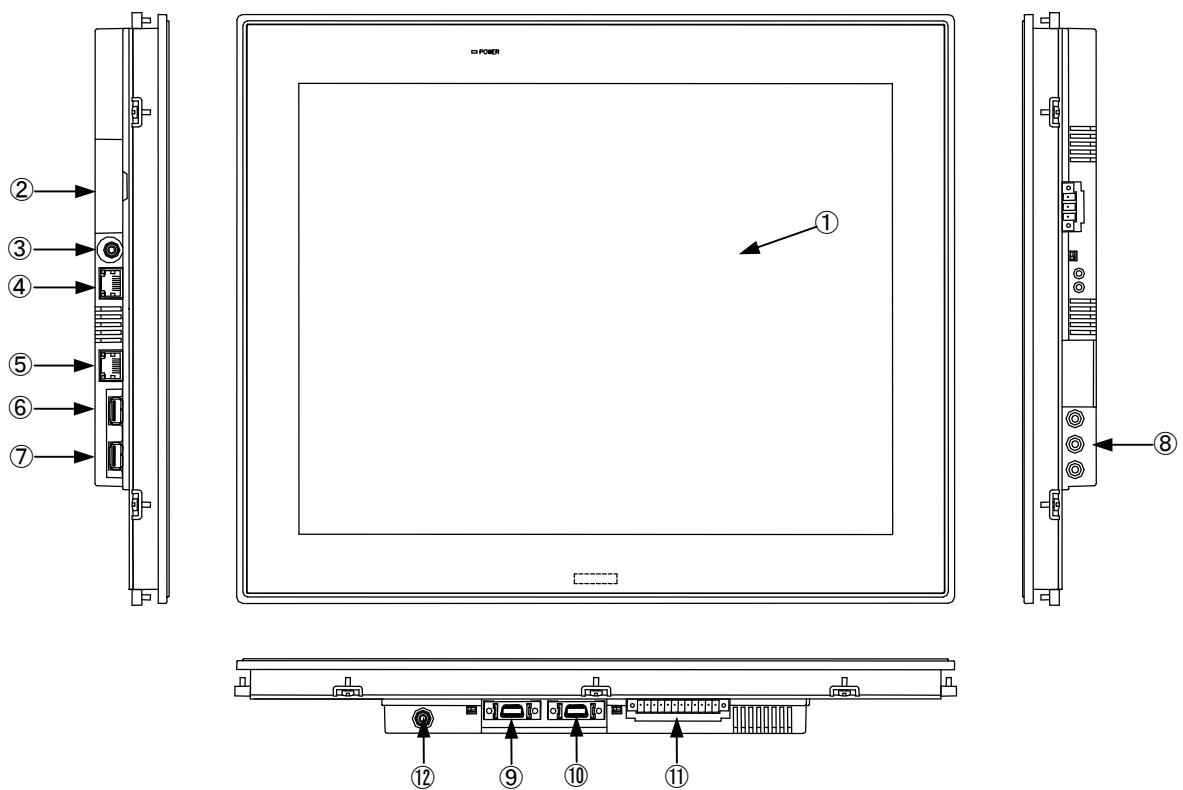

図 3-1-1. 外形図 (AP470B)
AP シリーズ本体 (AP470B) の外形図を図 3-1-1 に示します。各部名称を表 3-1-1 に示します。
一般的な Windows と同様に、デスクトップ表示、アプリケーション表示を行います。AP シリーズでは LCD (図 3-1-1 ①) への表示が可能となっています。
COM1	SI01 (図 3-1-1 ⑩) アプリケーションでシリアル通信に使用できます。 組込みシステム機能のシリアルコントロール機能を使用することで、RS-232C/422/485 を切換えることができます。
COM2	SI02 (図 3-1-1 ⑪) アプリケーションでシリアル通信に使用できます。 組込みシステム機能のシリアルコントロール機能を使用することで、RS-232C/422/485 を切換えることができます。
ローカルエリア接続	LAN1 (図 3-1-1 ④): 1000BASE Ethernet